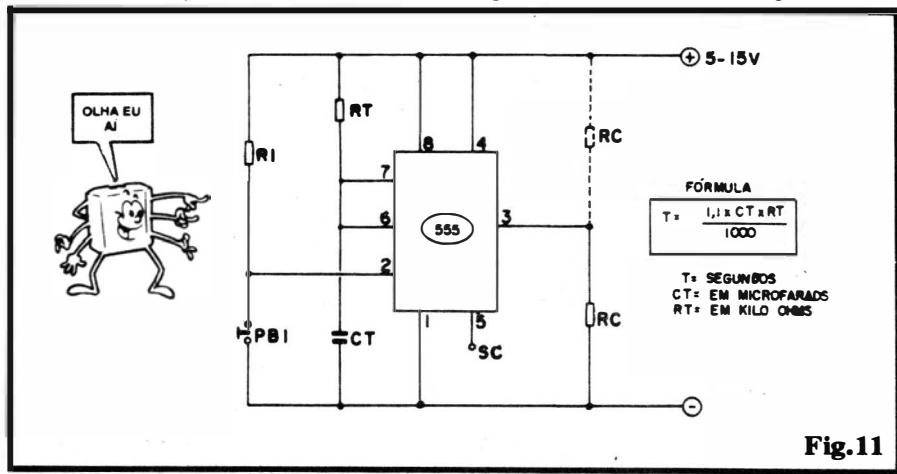

Fig.11
- FIG. 11 - MONOESTÁVEL COM 555 - ARRANJO BÁSICO - O diagrama mostra o esquema básico para que o 555 atue como